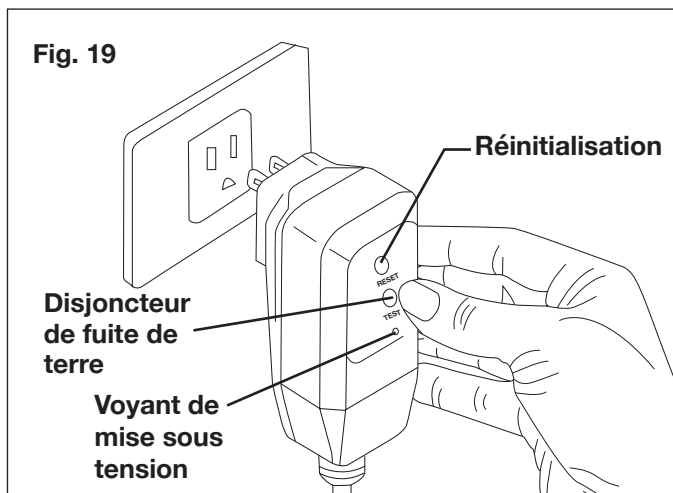

Fig. 19
15. Vérifiez que la tension et la fréquence (V/Hz) de l'alimentation électrique correspondent aux spécifications marquées sur la plaque signalétique du nettoyeur haute pression. Si l'alimentation électrique est appropriée, vous pouvez alors brancher le nettoyeur haute pression dans la prise secteur (Fig. 19).